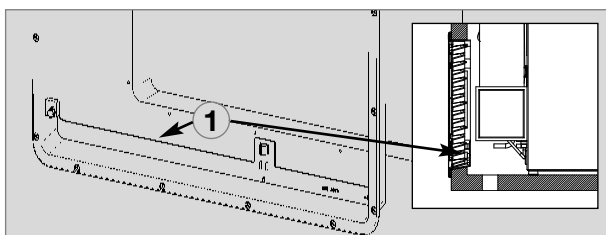

Abb. 16
Die Belüftung des Aggregates erfolgt durch zwei Öffnungen (Belüftungsgitter) in der Wohn-wagenwand. Frischluft tritt unten ein und strömt erwärmt durch das obere Belüftungsgitter ab (Kamineffekt). **Das obere Belüftungsgitter sollte so hoch wie möglich über dem Kühlaggregat angebracht werden (Abb. 11) . Das untere Belüftungsgitter muss bündig mit dem Nischenboden angeordnet sein (Abb. 16), damit unverbranntes Gas (schwerer als Luft) auf direktem Weg ins Freie gelangt. Der Gasbrenner muss sich oberhalb der Kante (1) befinden.**